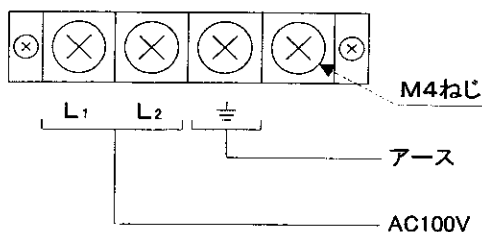

図 3.5 端子図
- (4) 各端子は、図 3.5「端子図」の通りです。端子図を参照して結線してください。